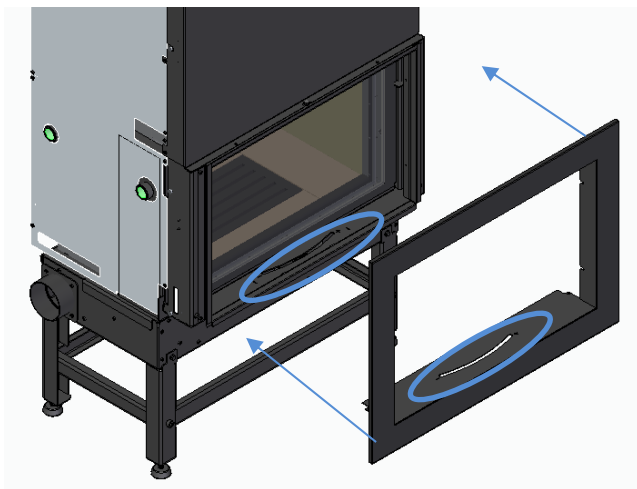

Figura 45
- b) Colocar o aro sobre o equipamento tal como se mostra na Figura 45. No caso dos modelos Trevi Eco 700, 850 e 1100, certificar-se de que os canais coincidem na parte interna inferior para poder regular a entrada de ar sem dificuldade.